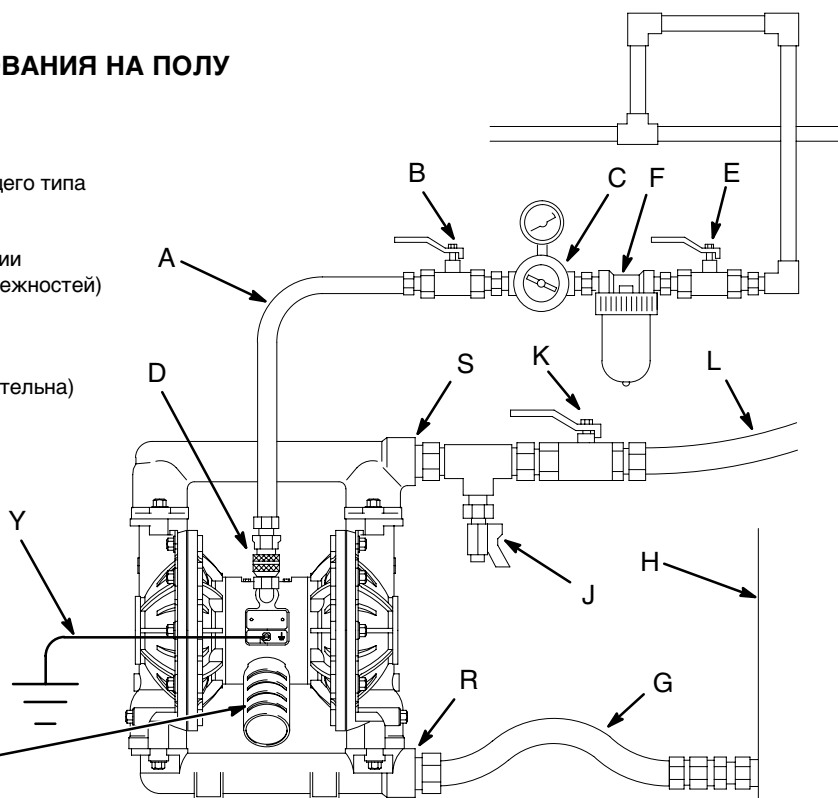

Рис. 2
- Представленную на рис. 2 типовую схему установки можно использовать только как руководство для выбора и установки компонентов системы. Обращайтесь к дистрибьютору компании Graco за поддержкой в разработке системы, отвечающей вашим требованиям.
Главный воздушный клапан стравливающего типа (B) необходим в системе для удаления воздуха, скопившегося между клапаном и насосом. Скопившийся воздух может привести к неожиданному срабатыванию насоса, что может нанести серьезную травму, включая попадание жидкости в глаза или на кожу, повреждение движущимися частями или загрязнение опасными жидкостями. См. рис. 2.
1. Установите принадлежности для пневмолинии, как показано на рис. 2. Установите эти принадлежности на стене или на кронштейне. Убедитесь в том, что пневмолиния, обеспечивающая подачу воздуха к принадлежностям, заземлена.
- a. Установите регулятор расхода воздуха (C) и манометр для контроля давления жидкости. Выпускное давление жидкости должно совпадать со значением, установленным на регуляторе расхода воздуха.
- b. Для удаления скопившегося воздуха установите один главный воздушный клапан стравливающего типа (B) рядом с насосом. См. **ПРЕДУПРЕЖДЕНИЕ** выше. Установите другой главный воздушный клапан (E) за всеми принадлежностями
Клапан (J) слива жидкости необходим в системе для снятия давления в шланге в случае его закупорки. Клапан слива снижает риск получения серьезной травмы, включая попадание жидкости в глаза или на кожу, а также загрязнение опасными жидкостями при снятии давления. Установите клапан рядом с выпуском жидкости в насосе. См. рис. 2.
1. Используйте заземленные шланги для жидкости (L). Выпуск жидкости (S) в насосе имеет резьбу 1-1/2 дюйма npt(f). Плотнo вкрутите фитинг для жидкости в выпуск насоса.
2. Установите клапан слива жидкости (J) рядом с выпуском жидкости. См. **ПРЕДУПРЕЖДЕНИЕ** выше.
3. Установите запорный клапан (K) на выпускной линии для жидкости.
4. Поместите конец шланга жидкости (L) в соответствующий контейнер.
5. Закройте клапан (J) для слива жидкости. См. рис. 2.
6. Закройте регулятор расхода воздуха (C) в насосе. Откройте все главные воздушные клапаны стравливающего типа (B, E).
8. Медленно открывайте регулятор расхода воздуха (C), пока насос не начнет работать. Дайте насосу поработать на медленной скорости до тех пор, пока весь воздух не будет удален из линий и насос не будет залит.